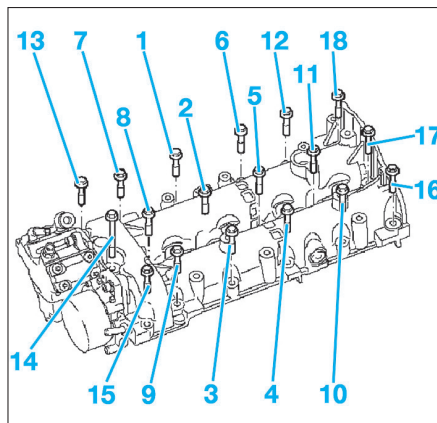

Fig. 46
- Desserrer les vis du carter d'arbres à cames, en plusieurs passes et dans l'ordre inverse de la figure (Fig.46).
- Serrer le carter d'arbres à cames au couple et dans l'ordre prescrit (Fig.46).